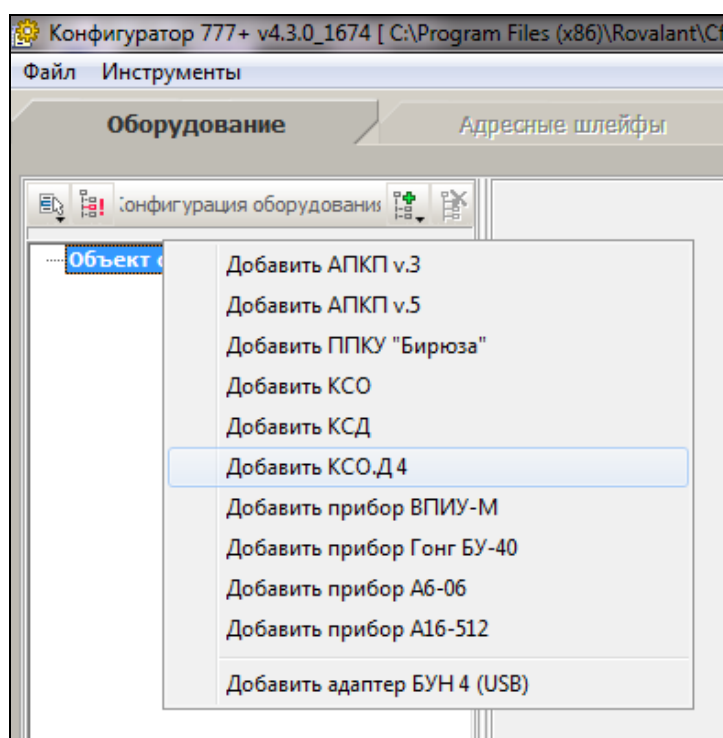

Рис. 21
2). В закладке «оборудование» добавить установленные КСО.Д (см. рисунок 21).
3). Выделить конфигурируемый КСО.Д (исп.485) и установить его параметры функционирования (рисунок 21):